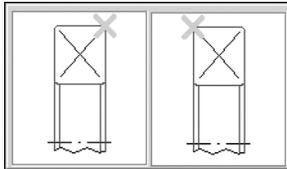

Рис. 5.18.
2. Выберите способ привязки подшипника к валу. Для этого щелкните на слайде в области **Вариант привязки** правой (или два раза левой) клавишей мыши. На экране появится развернутое меню вариантов (рис. 5.18). Укажите нужный вид курсором и щелкните на нем левой клавишей мыши.